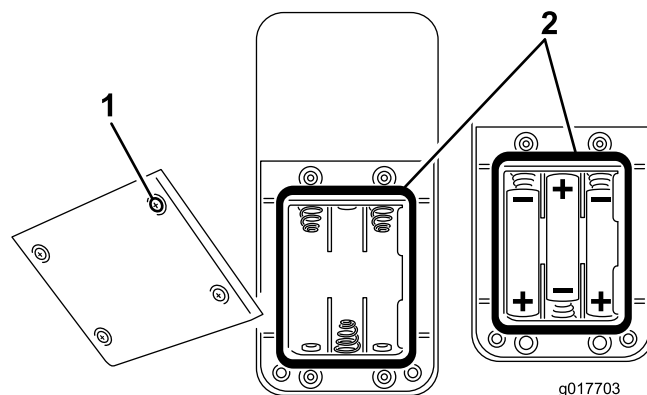

Figura 14
2. Se instalar as baterias num compartimento vazio, instale três baterias AAA novas. Certifique-se de que coloca as baterias como se mostra em Figura 14.
3. Se substituir baterias usadas, retire as baterias velhas e instale baterias AAA novas. Certifique-se de que coloca as baterias como se mostra em Figura 14.